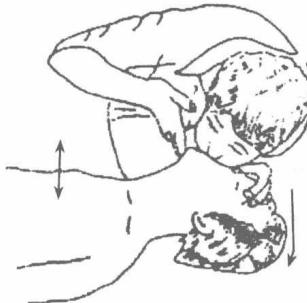

图 1-5 人工呼吸法
(1) 人工呼吸法：有心跳，无呼吸时采用下面方法，如图 1-5 所示。